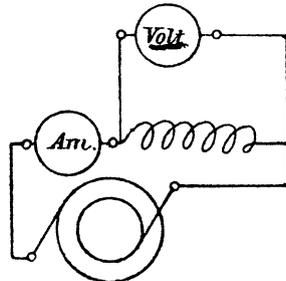

Fig. 104.
250. Zur Bestimmung des Selbstinduktionskoeffizienten wurde in den Stromkreis der Spule eingeschaltet ein Dynamometer Am. und parallel zur Spule ein Voltmeter (Fig. 104). Das erstere zeigte 200 [150] (260)0 Ausschlag an, das letztere 50 [48] (38) V. Die Tourenzahl der zweipoligen Wechselstrommaschine wurde zu 2800